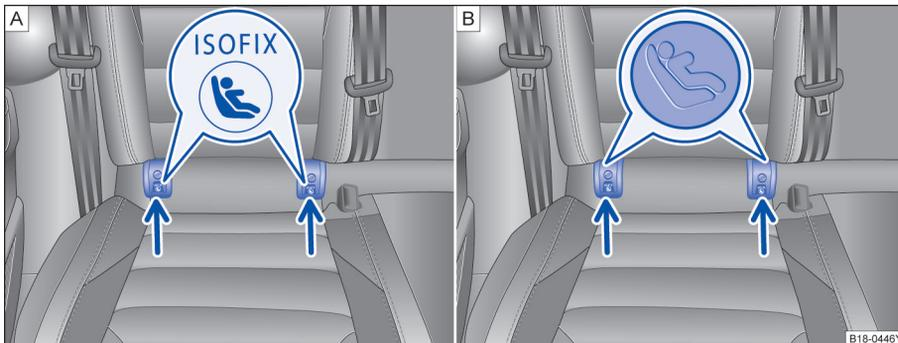

图 67 汽车座椅上的儿童座椅下部固定点标记。
- 沿箭头方向将儿童座椅插入固定环⇒图 67。直至听到儿童座椅的啮合声。
- 将儿童座椅置于轿车坐垫上，然后将连接带的挂钩挂到固定环上⇒图 67
后排外侧座椅配有两个 ISOFIX 固定环，与车身相连⇒图 67。